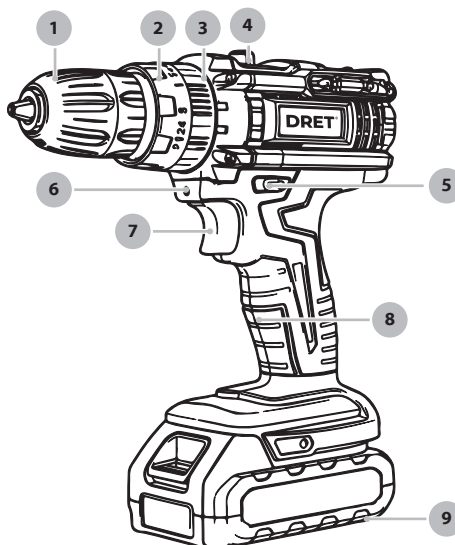

Рисунок 1
Во избежание травм, не заворачивайте крепёж в положении «сверление» (2) муфты крутящего момента №2 (рисунок 1) – в противном случае, при блокировании крепежа изделие передаст на Вас высокий крутящий момент.
- Во избежание повреждения инструмента не изменяйте режим скорости переключателем №4 (рисунок 1) во время вращения патрона.